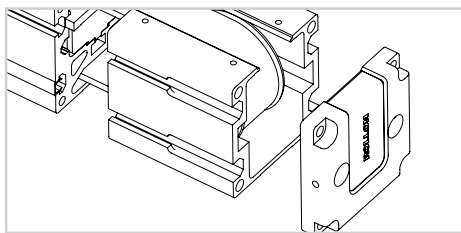

图 11
- 11) 将怠速顶与型材分离, 并将皮带轮卸下 (图 11)。